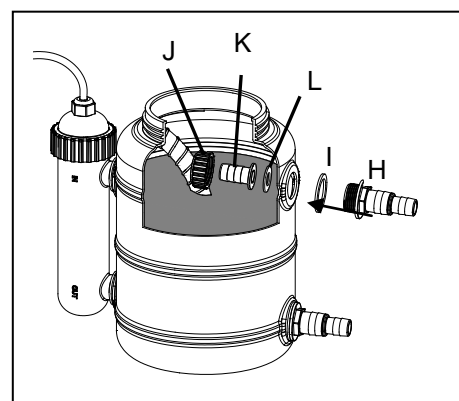

Fig. 5
- Conecte el adaptador pequeño usando el anillo de fijación, sea seguro colocar la junta entre el adaptador y el tanque, coloca la junta pequeña entre el adaptador pequeño del adaptador. Fig. 5